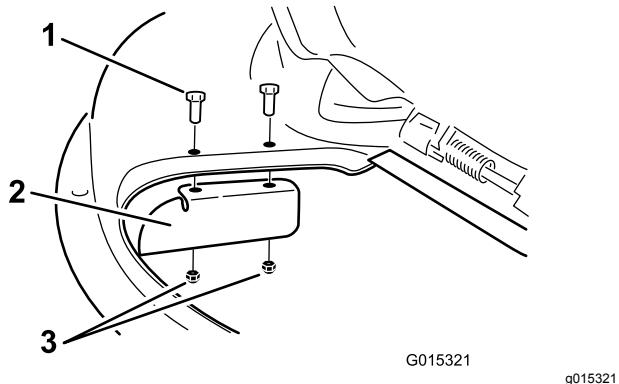

Bild 25
9. Befestigen Sie das Versatzablenkblech am Mähwerk (Bild 25).
- 3. Entfernen Sie das Versatzablenkblech vom Mähwerk (Bild 25).